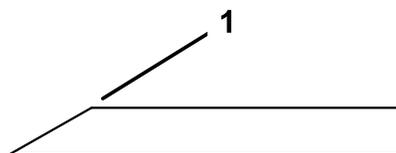

Bild 40
1. Schärfen Sie die Schnittkante an beiden Enden des Schnittmessers mit einer Feile (Bild 40).